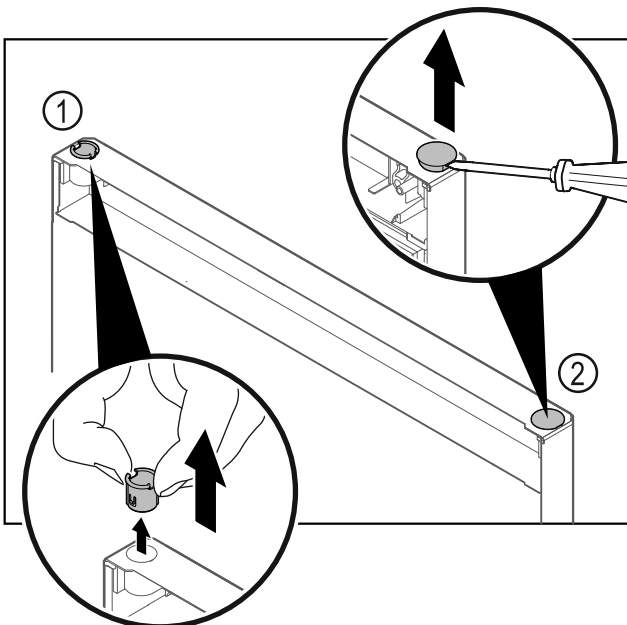

Fig. 26
- Retirer la bague Fig. 26 (1) avec les doigts.
- Soulever délicatement le bouchon Fig. 26 (2) avec un tournevis plat et le retirer.